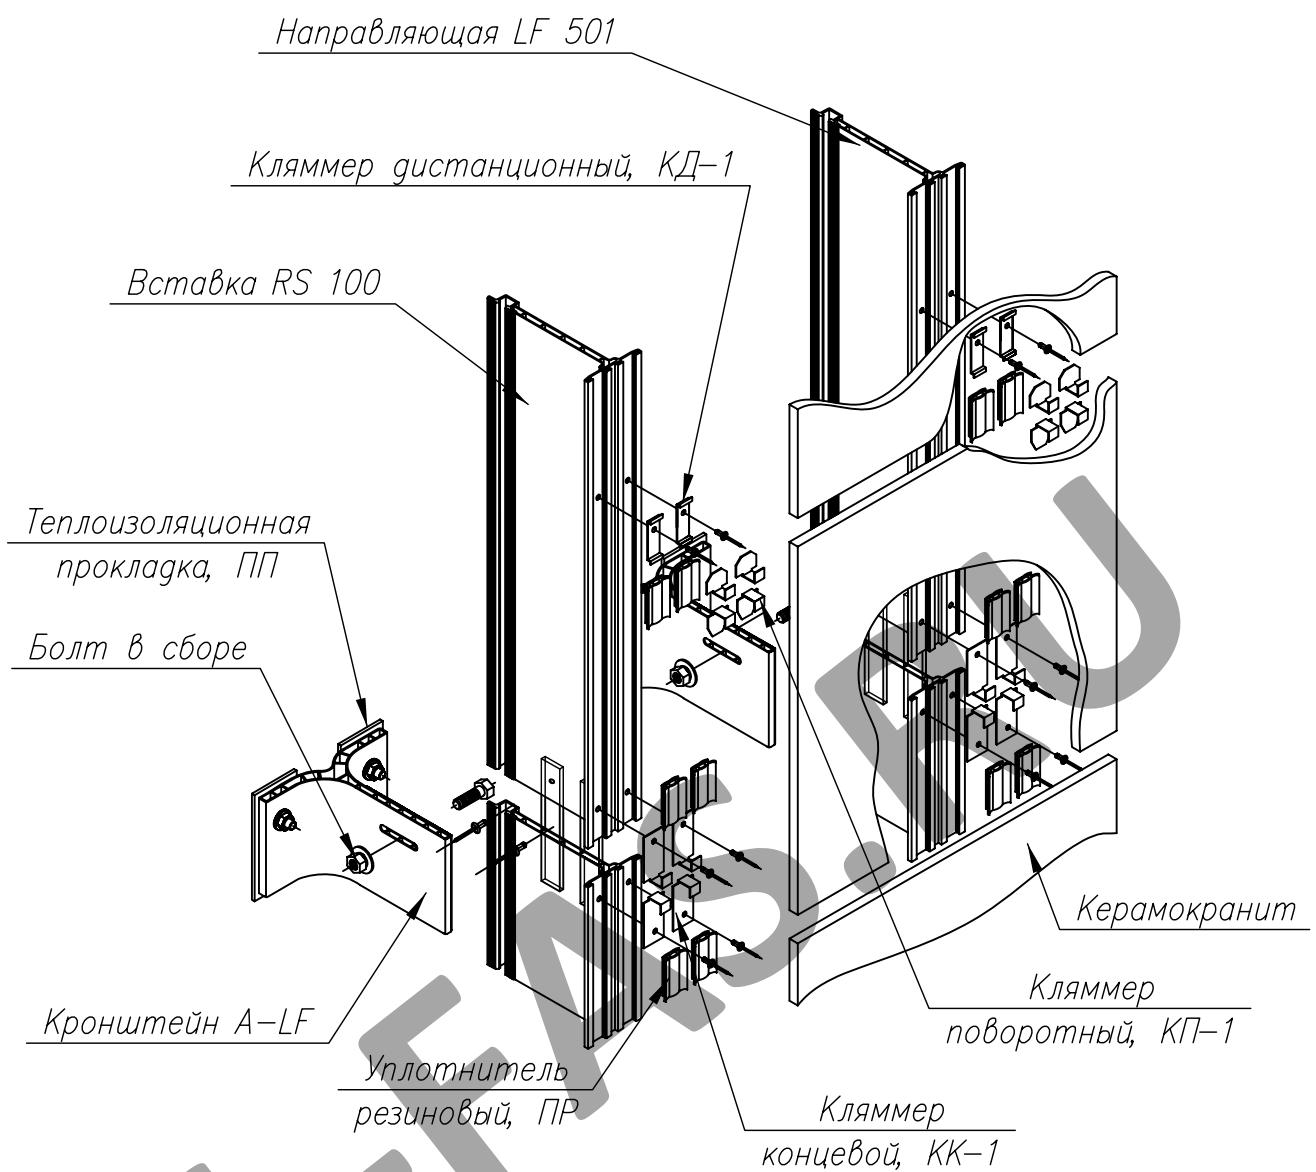

Рис. 5.
3.5. Для крепления последующих плит необходимо на гистанционный кляммер КД-1 установить поворотный кляммер и повторить операции в последовательности описанные п.п. 3–3.5 (рис. 5).